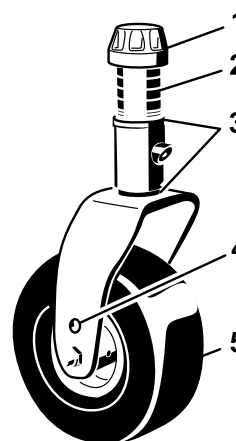

Рисунок 121
1. Снимите колпачковую гайку с вала шпинделя и извлеките шпиндель из рычага поворотного колеса (Рисунок 121).